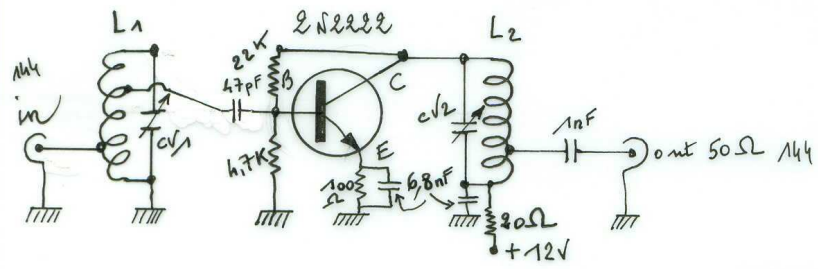
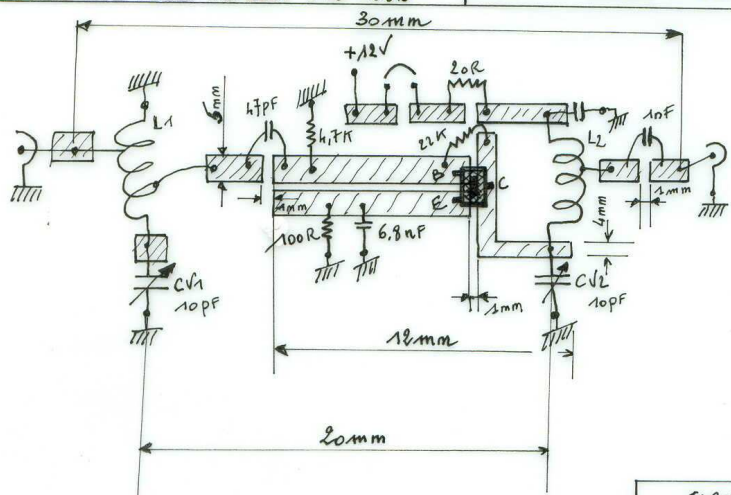

FIGURE : 2
FIGURE : 3
Nous allons simplement rester dans la reconnaissance de quelques composants qui encore ne courent pas les rues . Le « Package » **SOT 23** ( figure 2 et 3) comprenant le 2N222, le 2N2907, le BFR 93, sont un éventail large qui permet déjà l'application sur HF et VHF.
- Reportons nous à la figure 2 qui est le schéma classique d'un petit ampli HF sur 144 Mhz ( en composants traditionnel ça fonctionne très mal, mais en CMS, très sérieusement « ça marche »).
- Figure 3 et figure 4 nous vous avons dessiné les pistes types que nous utilisons . Faites la relation avec le plan de la figure 2 , entre nous n'est ce pas clair à lire ?.
Reprenons au début la planche 1 et le package **SOT 23** avec le 2N2222 et le 2N2907 vous avez la possibilité de réaliser en CMS un transceiver complet. De base les figures 2 et 3 sont répétitives et toujours applicables au SOT 23 ; supprimer ou ajouter une piste reste simple. Dans le N°210 de OCI nous avons décrit un émetteur récepteur CW QRP, faites donc la réalisation du VFO en CMS, c'est petit mais le fonctionnement est formidable, quant à la stabilité : « un roc ».
2. Dessiner les pistes votre dessin ressemble à celui de la figure 3 ce n'est pas une œuvre d'art, mais du mieux possible, tracer à la règle, espace entre pistes 1mm et largeur 4 mm par piste (meilleures dimensions pour positionner les CMS).
3. Concernant le composant actif le saisir à la pince, mais au préalable le poser sur une surface plane et étamer en l'air la base et l'émetteur pour le SOT 23, le positionner comme sur la figure 3, un rapide coup de fer sur E ou B ( un point fixé suffit ) le composant est immobilisé terminer par la soudure complète de E, B, C.
5. Dernier point sur la figure 3 entre le plus 12 Volts et la résistance de 20 ohms est matérialisé un Strap. Ce point sert à mesurer le courant collecteur dans le transistor, 9 à 12 mA sont une valeur correcte pour ce montage. Le courant vérifié le strap est soudé . Pour notre part nous mettons 2 clous à souder que nous relient avec un fil de cuivre nu de 3/10 tourillonné autour de chaque clou ( méthode du wrapping) . Le démontage est plus simple sans dessouder pour vérifier si nécessaire.